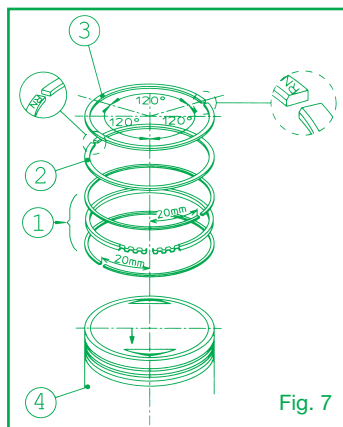

Fig. 7
- Inserire l'espansore del segmento raschiaolio nella apposita cava sul pistone, inserire l'elemento raschiaolio inferiore e successivamente l'elemento raschiaolio superiore completando il montaggio del raschiaolio (Fig. 7 - Part. 1).
- Montare il secondo segmento con la stampigliatura N rivolta verso la parte superiore del pistone come indicato in Fig. 7 - Part. 2.
- Inserire il primo segmento di compressione con la stampigliatura N rivolta verso la parte superiore del pistone come indicato in Fig. 7 - Part 3.
- Posizionare le aperture dei tagli delle fasce elastiche come indicato in Fig. 7.
- Posizionare il pistone sulla biella e inserire il nuovo spinotto. Accertarsi che la freccia punzonata sul cielo del pistone sia rivolta dal lato scarico (Fig. 7 - Part 4) oppure che i riferimenti "IN" ed "EX" siano rivolti rispettivamente lato aspirazione (IN) e lato scarico "EX".
- Ricontrollare che le aperture dei tagli delle fasce elastiche siano posizionate come indicato in Fig. 7.